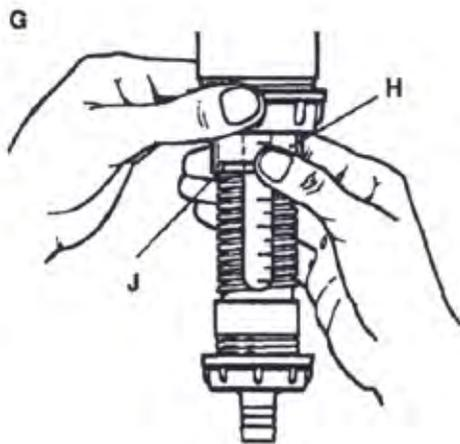

図 8b
- 2) 両方のナットを手で確保しながら透明のナットを締めたり緩めたりします。(図 8b - H)